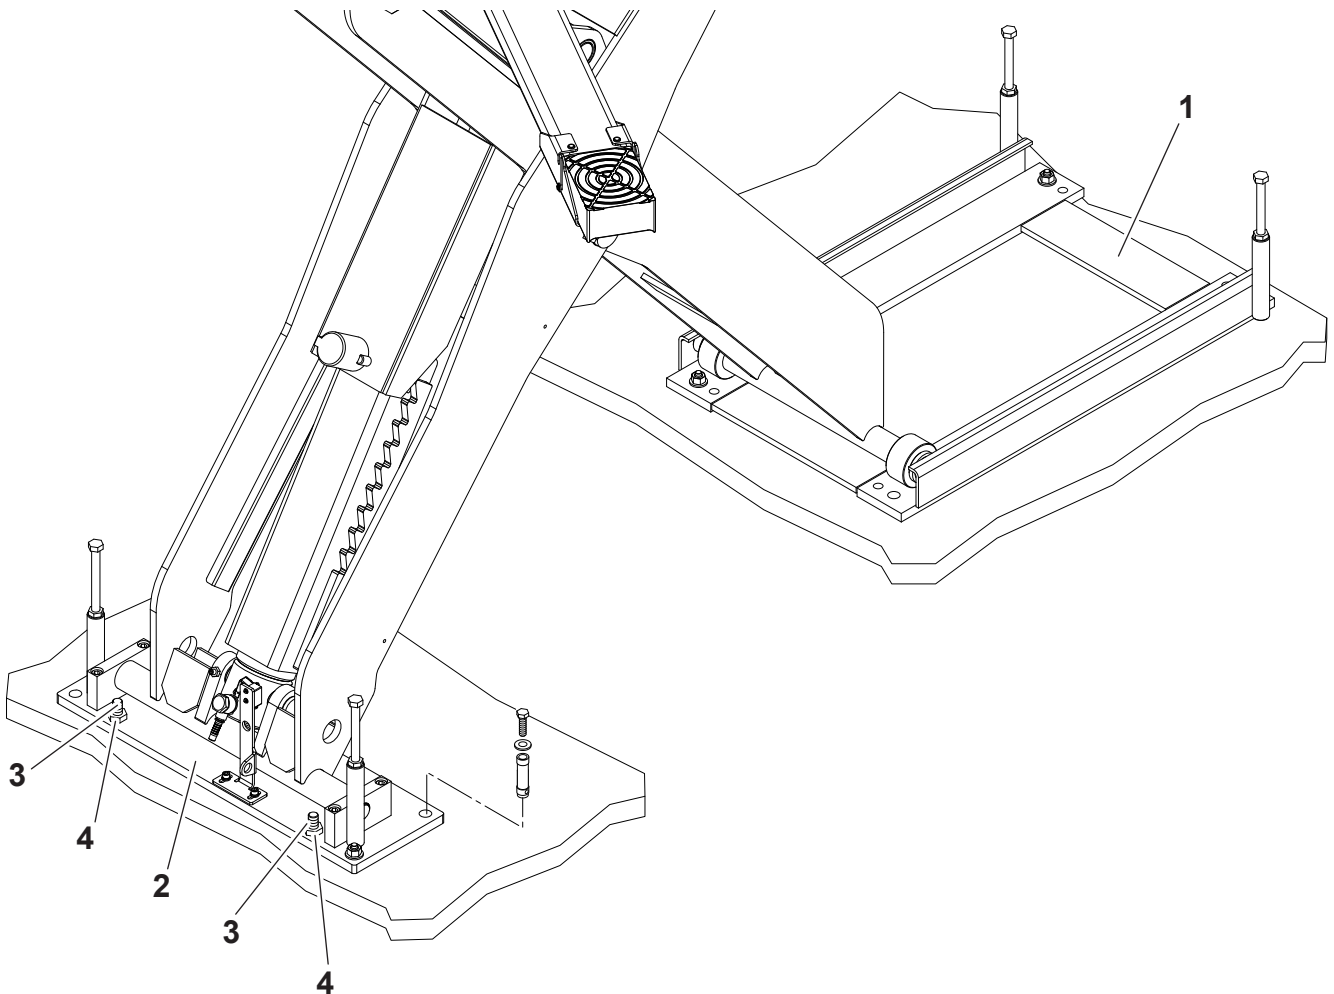

Fig. 20
- Verificare la planarità sulle piastre di appoggio (1) e (2) (Fig. 20).
- Se necessario agire sulle viti di registro (3) e provvedere ad un adeguato spessoramento delle piastre (1) e (2).
- Al termine della regolazione serrare i controdadi (4) delle viti (3).
- Check planarity on the support plates (1) and (2) (Fig. 20).
- If necessary, operate on the adjustment screws (3) and provide appropriate shims for the plates (1) and (2).
- After the adjustment, tighten the lock nuts (4) of screws (3).
- Die Ebenheit auf den Auflageplatten (1) und (2) überprüfen (Abb. 20).
- Ggf. die Einstellschrauben (3) verstellen und die Platten (1) und (2) entsprechend unterlegen.
- Nach der Einstellung die Kontermuttern (4) und die Schrauben (3) festziehen.
- Vérifier la planéité sur les plaques d'appui (1) et (2) (fig.20).
- Le cas échéant, intervenir sur les vis de réglage (3) et veiller à ce que les plaques (1) et (2) soient dûment calées.
- À la fin du réglage, serrer les contre-écrous (4) des vis (3).
- Compruebe la planitud de las placas de soporte (1) y (2) (Fig. 20).
- Si es necesario, intervenga los tornillos de ajuste (3) y calce
- adecuadamente las placas (1) y (2).
- Una vez completado el ajuste, apriete las contratueras (4) de los tornillos (3).